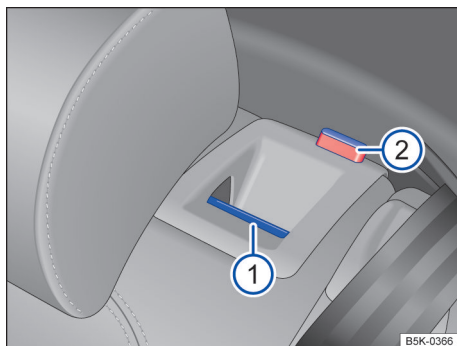

Fig. 92 No encosto do banco traseiro: botão de destravamento.
- Puxar o botão de destravamento → Fig. 92 ① para frente. A parte destravável do encosto do banco traseiro é rebatida automaticamente para frente.
A respectiva parte de encosto do banco traseiro estará destravada quando uma marcação vermelha → Fig. 92 ② estiver visível.
O encosto do banco traseiro estará destravado quando a marcação vermelha → Fig. 92 ② estiver visível.
A marcação vermelha → Fig. 92 ② não deve mais estar visível.
- Uma marcação vermelha → Fig. 92 ② sinaliza um encosto do banco traseiro não encaixado. Verificar sempre se a marcação vermelha não estará visível quando o encosto do banco traseiro estiver na posição vertical.